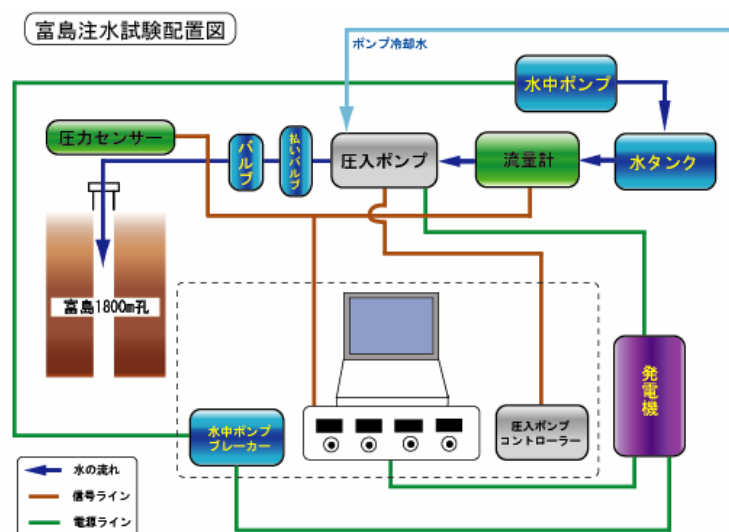

図1 配置図
4) 注水孔口のコンクリート柵内の水しみ出しの確認コンクリート柵内に水が溜まってくることが予想されるので、確認し水の量のメモを残す。図1は注水試験配置図である。